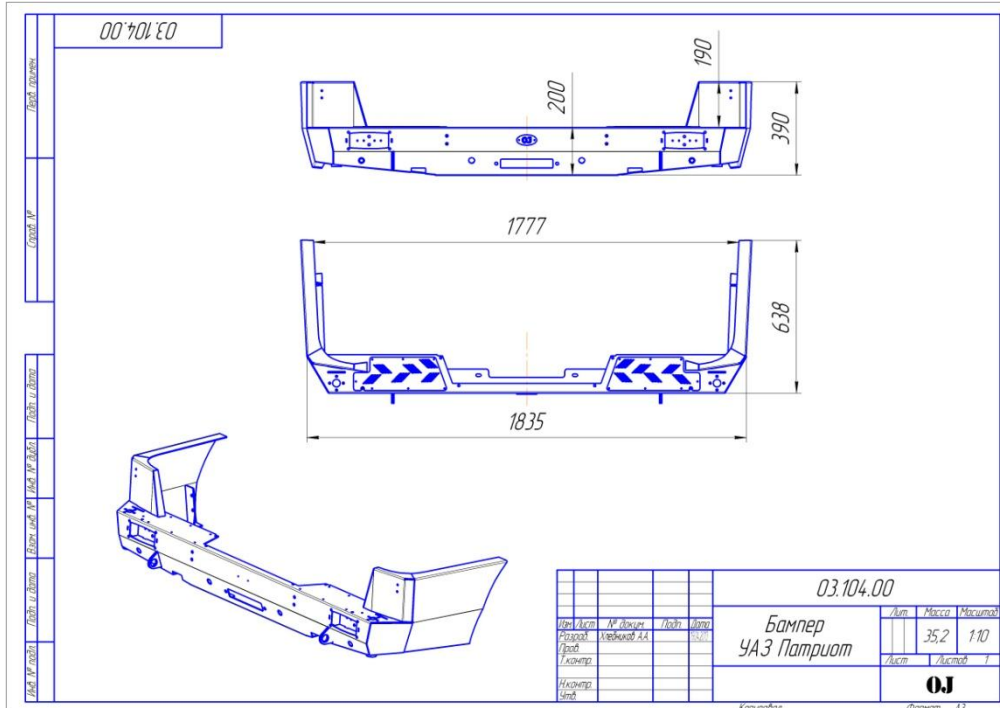

Рис. 3 Габаритный чертёж
14. Выровнять бампер относительно кузова в вертикальной плоскости, равномерно распределив зазоры. Это достигается путем смещения кронштейнов боковых "Г" относительно рамы вверх-вниз, поворотом кронштейнов рамы "Б" (рис. 3), смещением бампера относительно пазов 8 и 9 площадки лебедки "В".